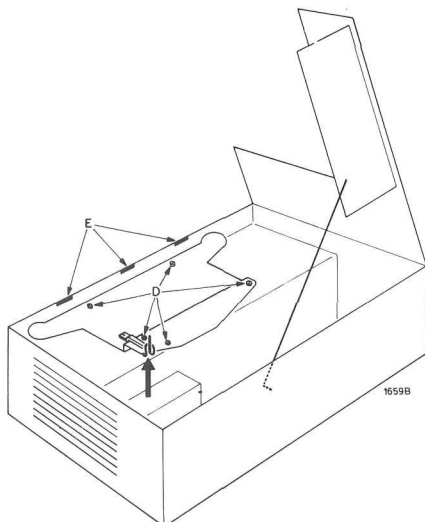

Fig. 2
Um zu vermeiden, dass die Abdeckplatte zu schwingen anfängt sind auf der hinteren Zierleiste drei Gummistreifen E angebracht. Diese sollen auf ihrem Platz bleiben, wenn die Abdeckplatte wieder an ihren Platz gebracht wird (Fig. 2).
- Nachdem die 4 Schrauben B entfernt worden sind, lässt sich der vollständige Verstärkerteil nach rechts kippen. (Der Teil soll zunächst etwas gehoben werden). Mit Hilfe des Hakens, der am Boden des Gehäuses festgeklemmt ist, kann der Verstärkerteil in aufgeklapptem Zustand festgesetzt werden. Dazu wird der Haken in das Loch in der Kühlplatte der Endtransistoren gesteckt (Fig. 2).